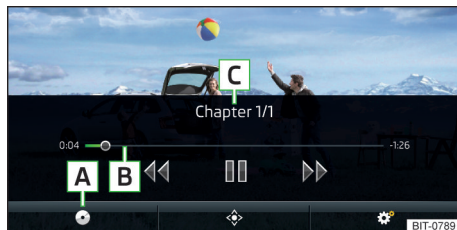

Abb. 190
Hauptmenü » Abb. 190
Vor-/Rücklauf des Videos zum gewünschten Zeitpunkt	Antippen der Wiedergabe-Zeitachse B » Abb. 190 auf Seite 166
- Zur **Anzeige** des DVD-Menüs im Hauptmenü *Video-DVD* die Funktionsfläche ⦿ » Abb. 190 auf Seite 166 antippen.